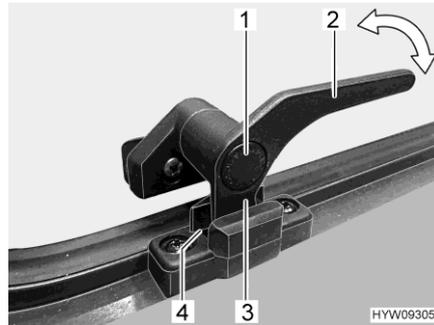

Fig. 46 Leva di serraggio (posizione "Aerazione continua")
- In posizione di "Aerazione continua" (Fig. 46)
- Premere il bottone di sicurezza (Fig. 46,1) e mantenerlo premuto.
- Ruotare la leva di serraggio (Fig. 46,2) di un quarto di giro verso il centro della finestra.
- Girare nuovamente all'indietro la leva di serraggio. Riportare contemporaneamente il nasello di chiusura (Fig. 46,3) della leva di serraggio nella rientranza della chiusura della finestra (Fig. 46,4).
- Rilasciare il bottone di sicurezza (Fig. 46,1).